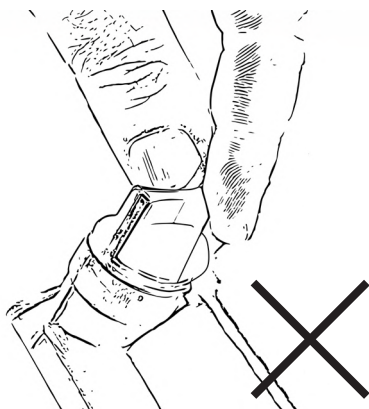

Bild 4
Vrid aldrig oljepåfyllningspluggen med ansluten oljesticka in i gängen vid avläsning av oljenivån. Detta leder till ett felaktigt mätresultat, fig. 4.
- Sänk ner oljestickan helt i oljan. Vrid **aldrig** oljestickan in i gängen, fig. 4.